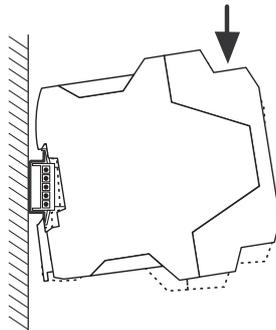

Figure 3-10 Mise en place du contrôleur de sécurité MSI 200 sur le profilé
3. Placez le module par le haut sur le profilé, comme indiqué à la Figure 3-10, de sorte que la rainure d'arrêt supérieure du module s'enclenche dans la bordure supérieure du profilé.